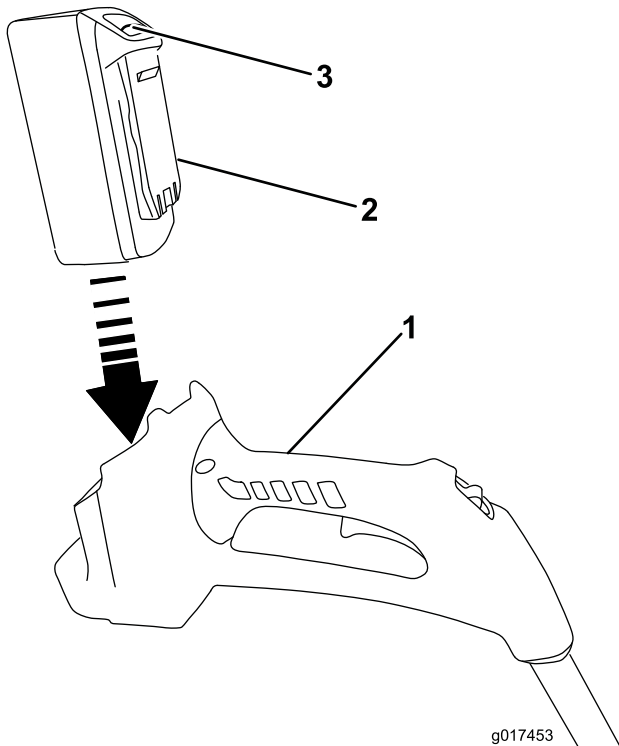

Figure 10
1. Alignez la languette de la batterie sur le creux dans le corps de la poignée (Figure 10).
2. Saisissez la poignée d'actionnement (Figure 10).